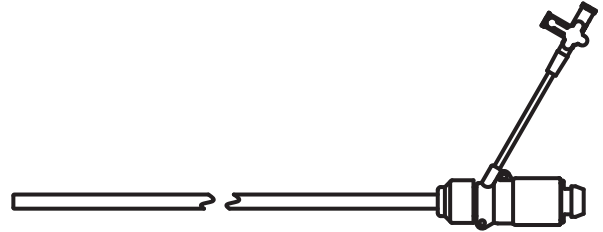

図3a エドワーズエクスペンダブルシース
4. エドワーズイントロデューサーシースセット（エクスペンダブル）（図3a、3b）
的血管へのアクセスを可能にし、機器が通過しやすいように一時的にその直径を拡大します（図3a）。